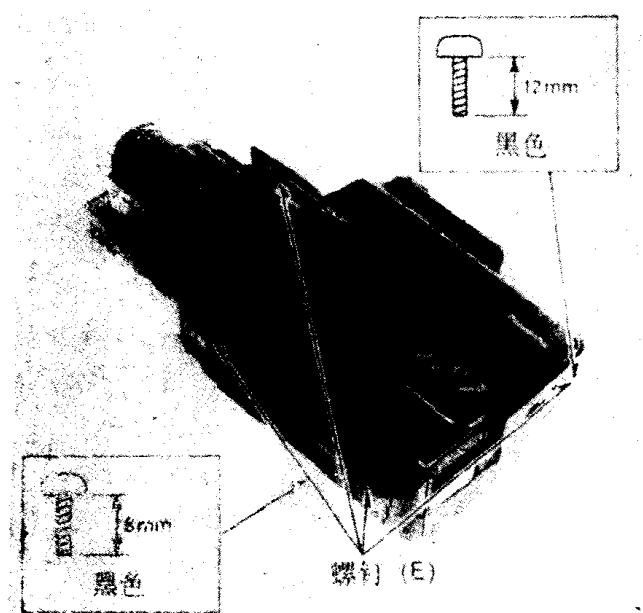

图 2-5
(1) 卸掉图 2-5 中的 4 个螺钉(E)
(2) 轻轻地提起左侧盖。然后断开左侧盖上的接线器。